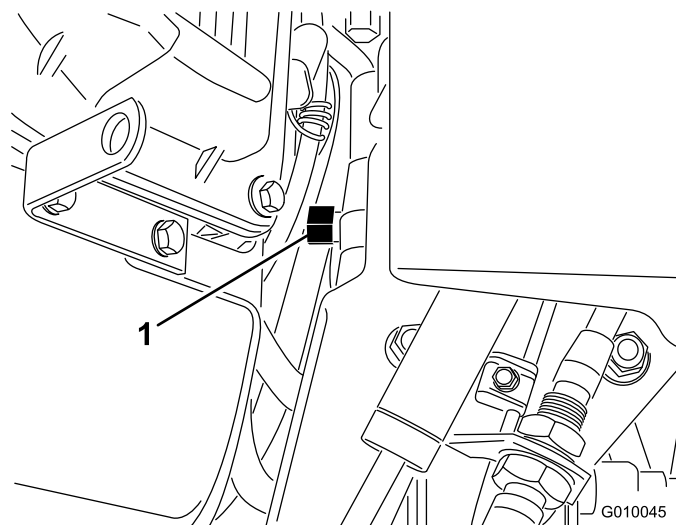

Figura 30
2. Utilizando uma chave de 5/8 pol., rode a válvula de derivação no sentido contrário ao dos ponteiros do relógio 1 volta. Isto permite que o fluido hidráulico passe pela bomba, possibilitando a rotação das rodas (Figura 30).
4. Para voltar a colocar o arejador a funcionar, rode a válvula de derivação no sentido dos ponteiros do relógio 1 volta (Figura 30).